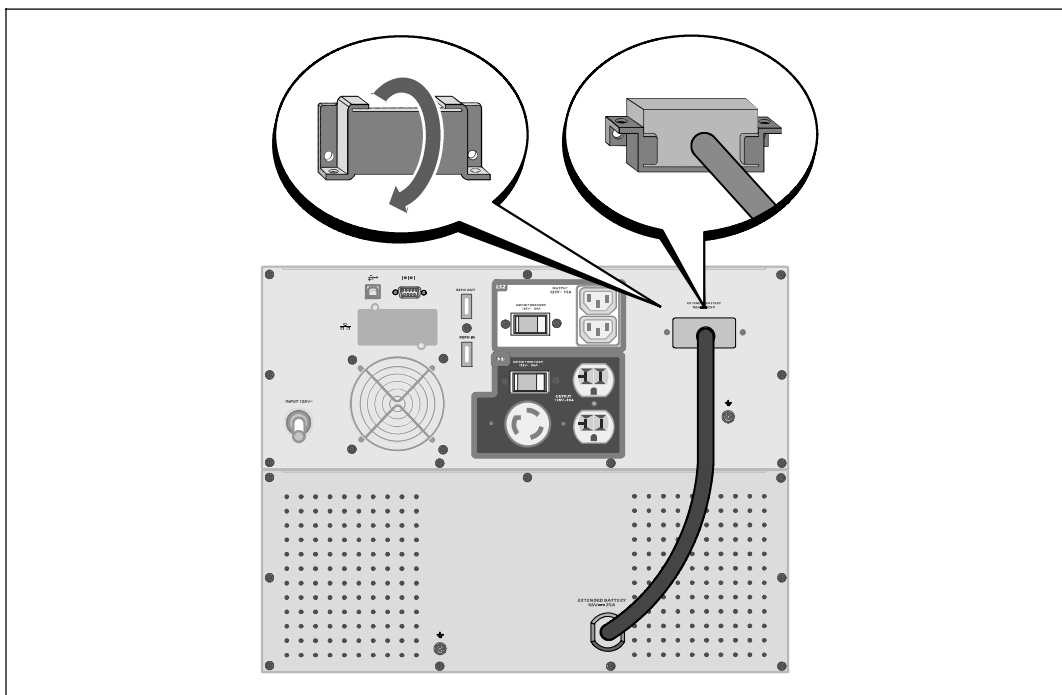

图 16. 安装应变消除支架
- 2 将电池连接器盖安装在EBM电缆下方，以提供应变消除（见图 16）。